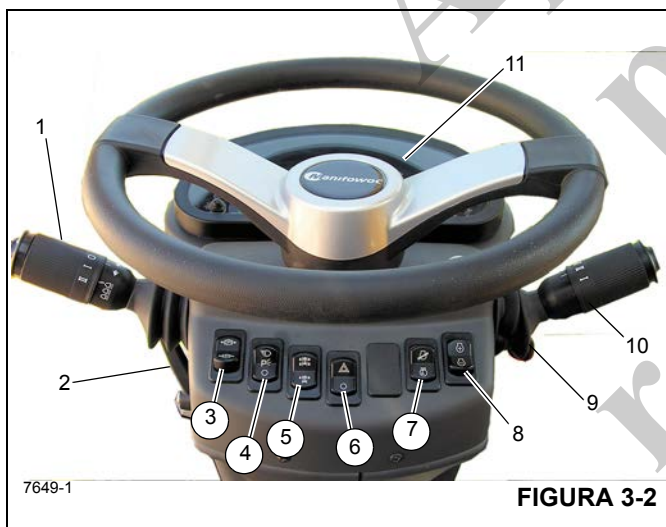

FIGURA 3-2
O conjunto da coluna de direção na Figura 3-2 é uma coluna de direção de pedestal inclinável e telescópica. Ele pode ser inclinado 30° para frente ou erguido verticalmente cerca de 2.5 pol. Ele inclui também a chave de ignição e o mostrador do indicador do barramento CAN (11) (Figura 3-2).
Números dos itens da Figura 3-2
A alavanca da sinaleira direcional e controles do limpador/lavador do para-brisa (1) (Figura 3-2) localizam-se no lado esquerdo da coluna de direção. Empurrar a alavanca da sinaleira direcional para baixo faz com a sinaleira direcional esquerda dianteira e a esquerda traseira pisquem. Empurrar a alavanca da sinaleira direcional para cima faz com a sinaleira direcional traseira direita e a dianteira direita pisquem.
A coluna de controle de direção pode ser girada aproximadamente 30° para a frente e elevada cerca de 2.5 polegadas. Mova a alavanca de controle (2) (Figura 3-2) para baixo para travar a coluna de direção no lugar; a coluna de direção fica liberada para ajuste girando a alavanca para cima.
A chave de controle do freio de estacionamento (3) (Figura 3-2) localiza-se na frente da coluna de direção. Esta chave de duas posições (Liga/Desliga) é usada para acionar e liberar o freio de estacionamento no conjunto motor-transmissão. A luz indicadora do freio de estacionamento na coluna de direção acende quando a chave de pressão no sistema de liberação do freio for ativada e o freio for aplicado.
A chave dos faróis (4) (Figura 3-2) localiza-se na frente da coluna de direção. Este chave de três posições (Desliga/Estacionamento/Farol) controla a operação das luzes dos instrumentos, dos LEDs das chaves e das luzes do marcador na dianteira, traseira e na lateral do guindaste. Quando a chave estiver na posição Ligada, as luzes da coluna da direção e da chave acendem.
A chave seletora do eixo de tração (5) (Figura 3-2) localiza-se na frente da coluna de direção. Esta chave de duas posições é usada para selecionar tração nas duas rodas (faixa alta) ou tração nas quatro rodas (faixa baixa). A chave controla uma válvula solenoide (energizada pela tração em duas rodas) que opera a faixa de velocidade e os cilindros de desconexão do eixo da transmissão. Quando a chave é colocada na posição de tração nas quatro rodas, a luz indicadora do eixo de tração na coluna de direção acende.
A chave seletora das luzes de perigo (6) (Figura 3-2) localiza-se na frente da coluna de direção. A chave tem duas posições (ON/OFF) que fazem com que as quatro luzes da sinaleira direcional pisquem ao mesmo tempo quando a chave é posicionado em ON. Quando a chave estiver na posição Ligada, as luzes indicadoras da sinaleira direcional na coluna de direção piscam.
A chave de diagnóstico/controle da rotação do motor (7) (Figura 3-2) é uma chave de duas posições fixas liga/desliga usada para acessar os códigos de falha do motor ou para ativar o controle de baixa rotação do motor e as funções de rotação do motor.
superior da chave de diagnóstico/controle da rotação do motor para visualizar os códigos de falha do motor no mostrador da coluna de direção. Se houver mais de um código de falha do motor ativo, use a chave de incremento/decremento (8) (Figura 3-2) para avançar e retroceder os códigos de falha. Se não houver códigos de falha do motor, o mostrador da coluna de direção indicará zeros.
Função da baixa rotação do motor — Com o motor funcionando e a parte superior da chave de diagnóstico/controle de rotação do motor pressionada, a baixa rotação do motor é ajustada por meio da chave de incremento/decremento (8) (Figura 3-2).
Função da rotação do motor — Com o motor funcionando e a parte inferior da chave de diagnóstico/controle de rotação do motor pressionada, a rotação do motor é ajustada por meio da chave de incremento/decremento (8) (Figura 3-2).
A chave de incremento/decremento (8) (Figura 3-2) é uma chave temporária de três posições em que a posição central fixa é a posição desligada. Use esta chave para avançar e retroceder os códigos de falha ativos ou ajustar a rotação do motor.
Função de diagnóstico — Com a chave de ignição na posição RUN (Funcionar), o motor desligado e a parte superior da chave de diagnóstico/controle da rotação do motor (7) (Figura 3-2) pressionada, pressione a parte superior ou inferior da chave de incremento/decremento para avançar ou retroceder os códigos de falha ativos indicados no mostrador da coluna de direção. Se não houver códigos de falha do motor, o mostrador da coluna de direção indicará zeros.
Função de rotação baixa do motor — Com o motor funcionando e a parte superior da chave de diagnóstico/controle da rotação do motor (7) (Figura 3-2) pressionada, pressione a parte superior ou inferior da chave de incremento/decremento para aumentar ou diminuir a baixa rotação do motor.
Função da rotação do motor — Com o motor funcionando e a parte inferior da chave de diagnóstico/controle de rotação do motor (7) (Figura 3-2) pressionada, a rotação do motor é ajustada por meio da chave de incremento/decremento. Pressione rapidamente a parte superior da chave uma vez para ir para rotação máxima; pressione rapidamente a parte inferior da chave para retornar à baixa rotação. Se a rotação do motor estiver abaixo do ajuste máximo da rotação, manter pressionada a parte superior da chave aumenta lentamente a rotação do motor; libere a chave depois de atingir a rotação desejada. Se a rotação do motor estiver acima do ajuste mínimo da rotação, manter pressionada a parte inferior da chave diminui lentamente a rotação do motor; libere a chave depois de atingir a rotação desejada.
A alavanca de câmbio (10) (Figura 3-2) localiza-se no lado direito da coluna de direção. A alavanca de controle aciona a válvula seletora da transmissão eletricamente. Posicionar a alavanca para cima aciona o avanço e posicionar a alavanca para baixo aciona a ré. Quando a alavanca está em neutro, ela permanece em um recorte. Para movimentar a alavanca para cima ou para baixo, puxe primeiro a alavanca para cima. Para mudar a transmissão para primeira, segunda ou terceira marcha, gire o botão para 1, 2 ou 3.